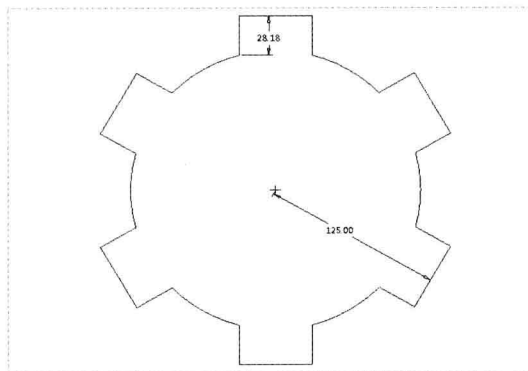

图 3-35 创建点尺寸标注 2
Step 04 用与上同样的方法,标注其他尺寸,单击鼠标中键,即可完成点尺寸标注的创建,如图 3-35 所示。